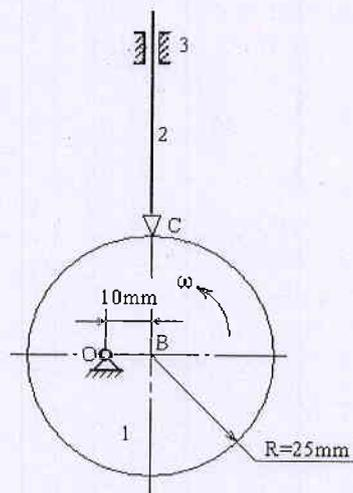

图 4 (题三、1 图)
1. (15分) 如图 4 所示凸轮机构, 凸轮 1 以角速度  $\omega$  匀速回转。试作: